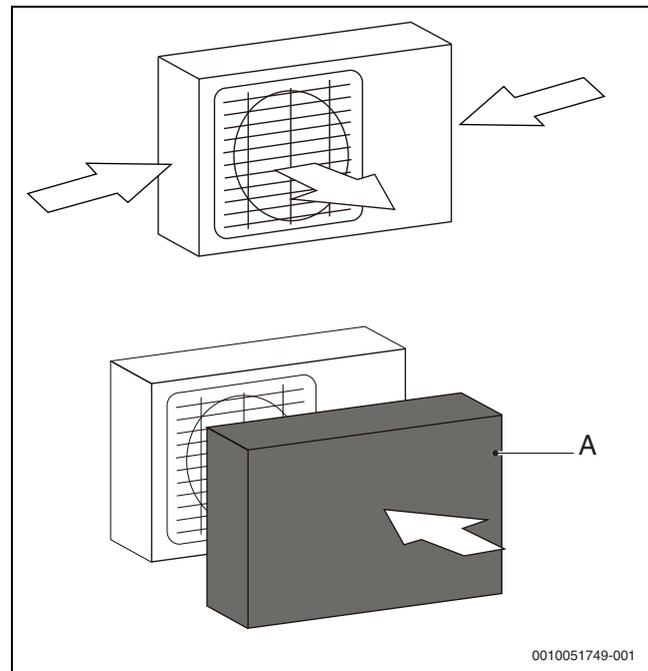

Fig. 37 Protéger l'unité des vents particulièrement forts
- ▶ Si besoin, installer une barrière (→ Figure 37, [A]) devant l'unité pour la protéger des vents particulièrement forts.